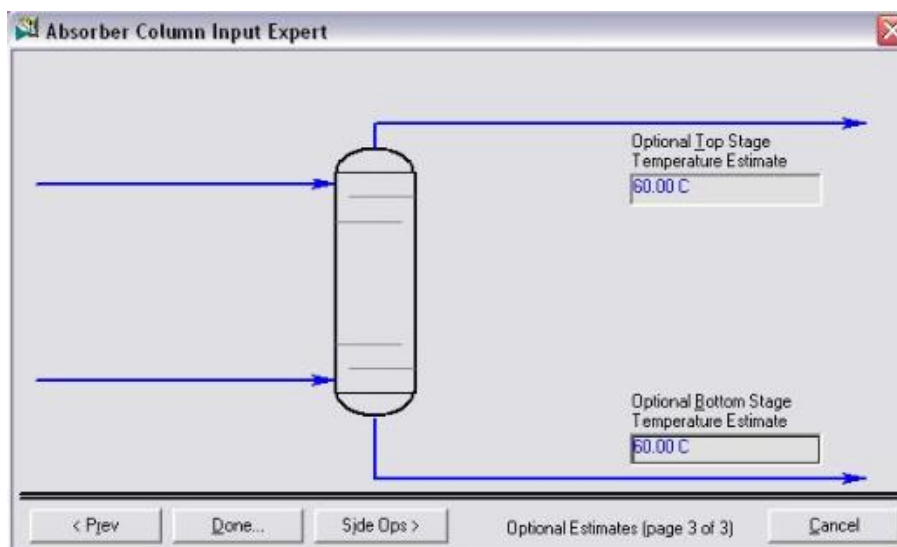

Fig.VIII.3
- Dans l'étape suivante (Fig. VIII.3), HYSYS demande des températures de haut et de bas de la colonne. Puisque la colonne fonctionne à température constante (60 °C), ces températures doivent être indiquées dans les champs spécifiés. Entrer les températures puis cliquez sur **Done** pour terminer la connexion et les caractéristiques de la colonne d'absorption,